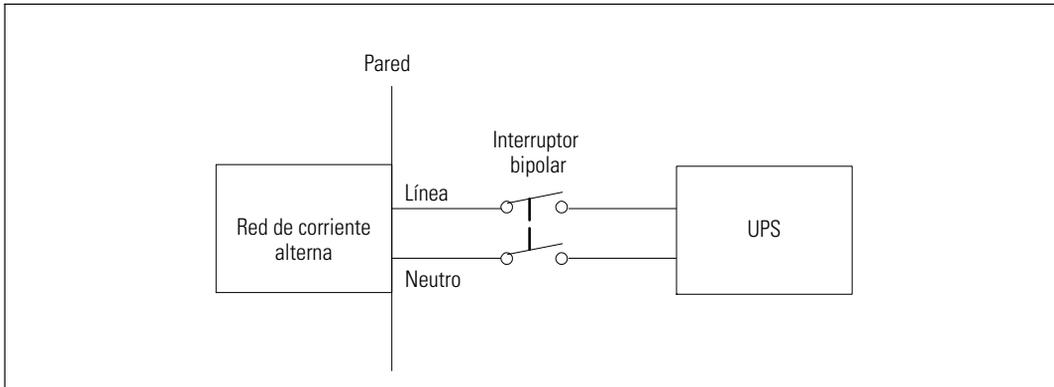

Figura 20. Diagrama del disyuntor
- El dispositivo de protección requiere una desconexión de dos polos entre la salida y la carga de la UPS (ver Figura 20)